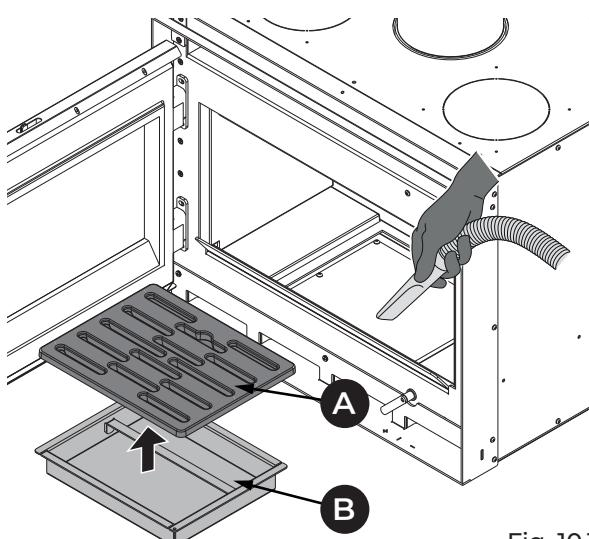

Fig. 10.1
1	Pulire accuratamente la griglia (A) (Fig. 10.1). Rimuoverla ed effettuare la pulizia del focolare utilizzando una scopetta (non in dotazione) facendo convogliare i residui della combustione nel cassetto cenere.